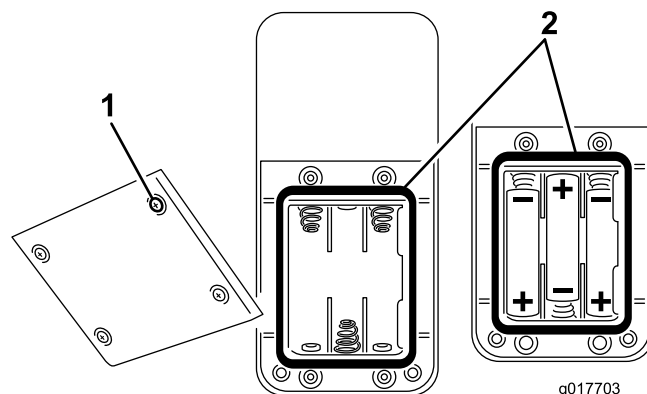

Bild 34
- Legen Sie drei neue AAA-Batterien ein, wenn Sie Batterien in ein leeres Batteriefach einsetzen. Achten Sie auf die Ausrichtung der Batterien, wie in Bild 34 dargestellt.
- Wenn Sie alte Batterien austauschen, entfernen Sie die alten Batterien und legen drei neue AAA-Batterien ein. Achten Sie auf die Ausrichtung der Batterien, wie in Bild 34 dargestellt.